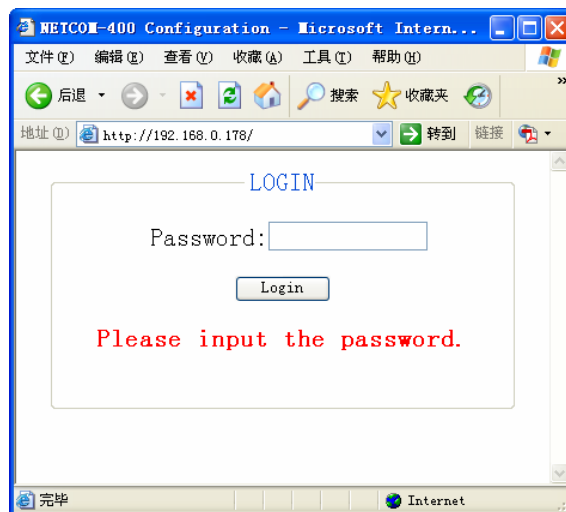
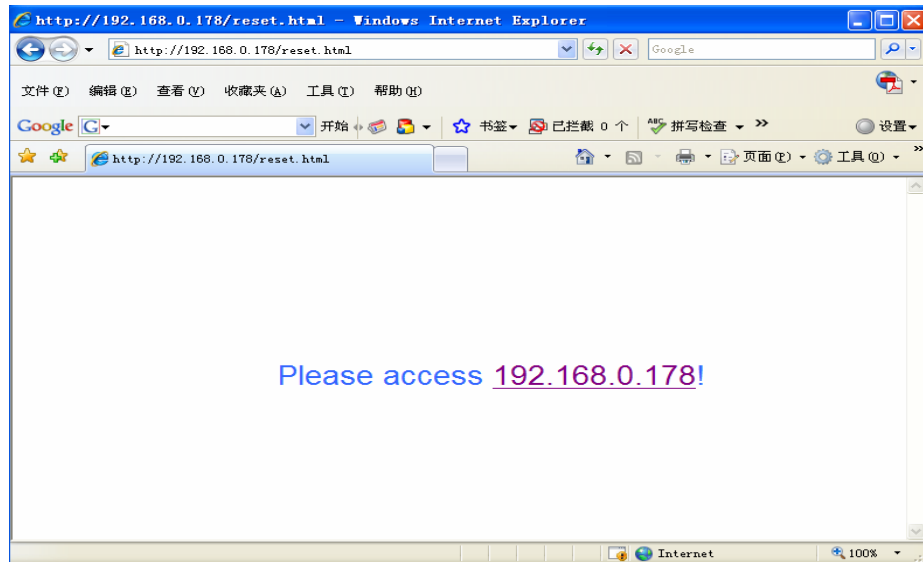

图 7.2 Web 配置登录界面
图 7.7 重启设备
打开IE浏览器，在地址栏输入ZNE-100TL模块IP地址①，出现如图 7.2所示的登录界面。
点击 **reset device** 重新重启设备，并出现如图 7.7 所示的页面。点击网页中带下划线的 IP 地址即可打开如图 7.2 所示的登录界面。